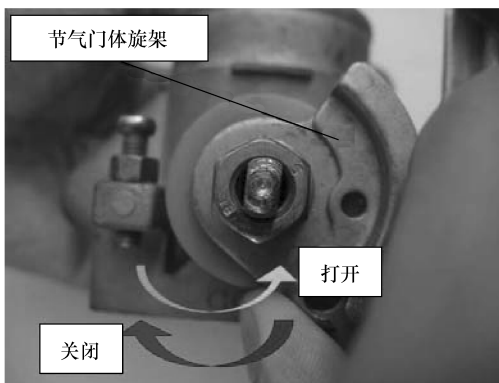

图 5-14 检查节气门体的转动灵活性
① 拆除空气滤清器出气管和加速踏板拉索后检查节气门体积炭情况，用手轻旋节气门体旋架，检查节气门体开启过程中是否存在卡滞，根据节气门具体情况判断是否需要清洗节气门体。
② 检查节气门体的转动灵活性。如图 5-14 所示，用手缓慢旋转节气门体旋架，检查节气门体旋转力矩是否均匀平稳，节气门体是否能够平稳回到怠速位置，判断节气门体是否存在卡滞或不回位现象。
③ 起动发动机，在空档时用手旋转节气门体，检查节气门体是否能平稳回到怠速位置，同时检查转速表变化及怠速位置信号是否平稳正常。